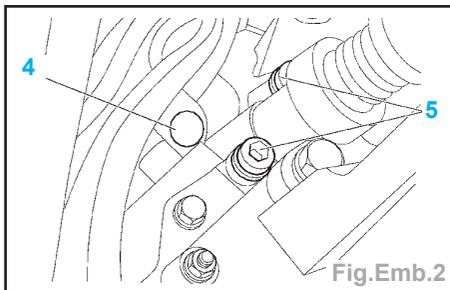

Fig.Emb.2
- Désaccoupler le raccord (4) (Fig.Emb.2).
- les vis (5),